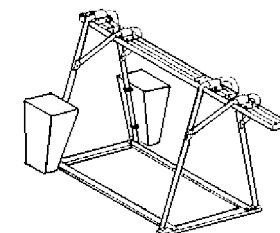

Fig.3
6. Introduzca en cada contenedor kg.585 dde contrapeso para una masa global de kg. 1170 con soporte a caballete capacidad máxima de kg.1000. A continuación cierre los contenedores con tapa y candado (véase fig.3). Está absolutamente prohibido llenar los contenedores de contrapeso con material líquido.